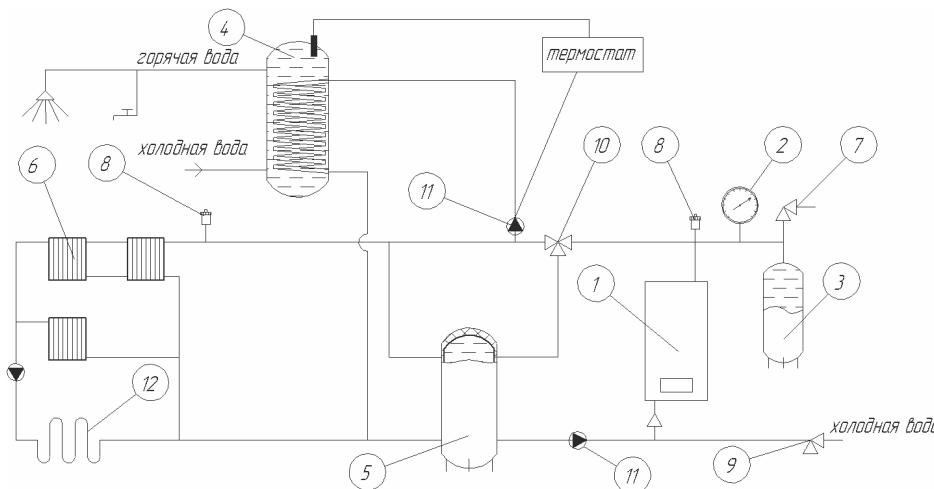

Рисунок 5. Возможная схема системы отопления и ГВС.
6.1.7 Система отопления должна быть спроектирована и смонтирована так, чтобы обеспечить удобство в монтаже и обслуживании прибора и позволять полное осущение системы для проведения ремонтных и монтажных работ. После монтажа тщательно промойте систему водой. Затем произведите полный дренаж системы, чтобы удалить все загрязнения, которые могли в ней остаться. Возможная система отопления изображена на рис. 5.
6.1.8 Система отопления в обязательном порядке должна содержать компенсатор объемного расширения (3) рис.5. Если в качестве теплоносителя использована вода, то суммарный объем экспанзоматов должен составлять не менее 10% от общего её объема в системе. При использовании незамерзающего теплоносителя объем компенсатора объемного расширения рассчитывается в соответствии с эксплуатационными документами на теплоноситель.
6.1.9 В системе должен быть установлен предохранительный клапан (7) рис. 5, рассчитанный на давление 0,3 МПа. Устанавливать запорно-регулирующую арматуру между теплообменной емкостью и предохранительным клапаном запрещается!
6.1.10 В верхних точках поднимающихся от выходного патрубка прибора участков трубопровода системы, а также над другими возможными участками системы должен быть установлен автоматический воздухоотводчик (8) рис. 5. Он необходим для удаления газов из системы и исключает возможность работы ТЭНов при отсутствии теплоносителя в теплообменной емкости.